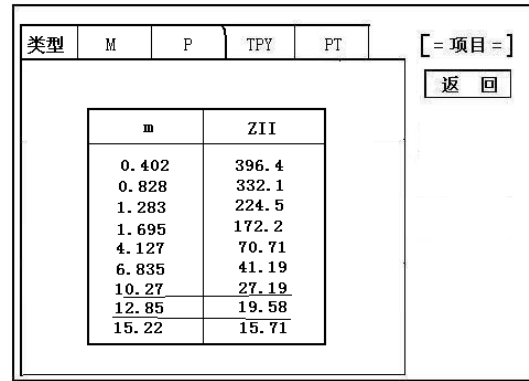

图 23
A. 在接近理论电流倍数下所测量的实际负荷大于互感器铭牌上额定负荷 (见铭牌), 说明该互感器合格。如图 23 资料说明;
B. 在接近理论负荷下所测量的实际电流倍数大于互感器铭牌上的理论电流倍数, 也说明该互感器合格如图 23 资料说明;
如图 23 数据显示, 当电流倍数为 M=10.27 (接近 10 倍) 时, 所允许的二次负荷 ZII=27.19